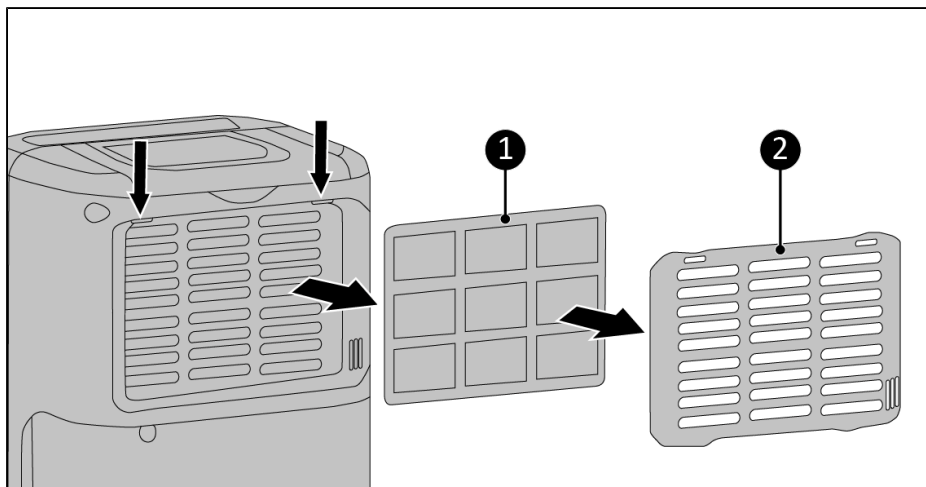

Figura 56.
2. Sollevare il telaio (Figura 56, pos. 2).
3. Rimuovere il supporto del filtro (Figura 56, pos. 1).